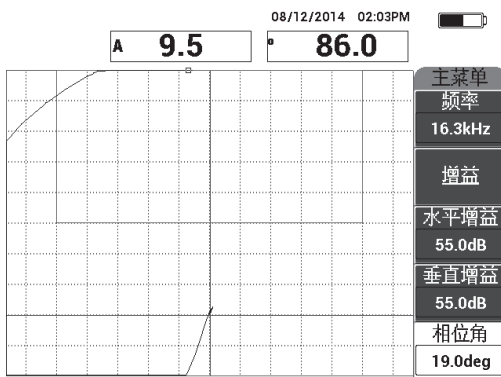

图 6-66 调整相位角使点向上移动
2. 提起探头到空中，然后按**主菜单**键（），并调整**相位角**（E 键），以使 XY 视图中的点向上移动（参见第 161 页的图 6-66）。